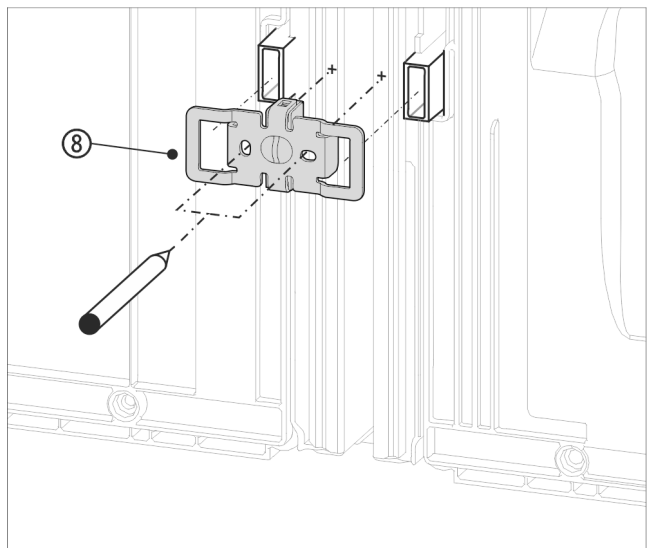

Fig. 14 Rappresentazione esemplificativa
- Spingere la squadretta Fig. 14 (8) con gli incavi sull'alloggiamento per i distanziatori a parete.